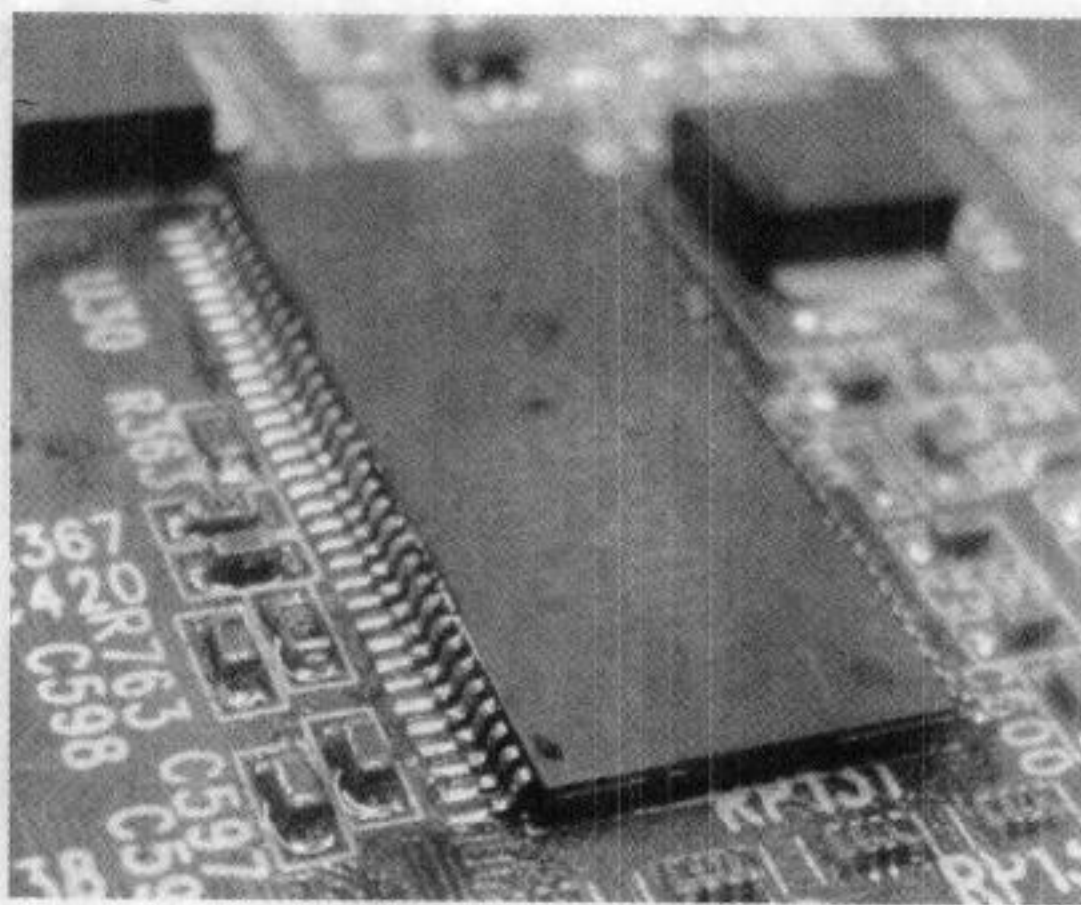

图 4-16 对齐位置
(5) 再次涂少量焊膏在芯片引脚上，放到焊盘上，对齐位置后固定一个脚，如图 4-16 所示。